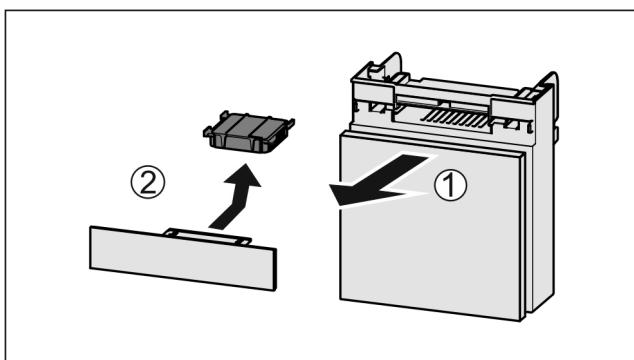

Fig. 159
- Vytiahnite zásuvku smerom dopredu Fig. 159 (1).
- Vyberte aktívny uhlíkový filter Fig. 159 (2).